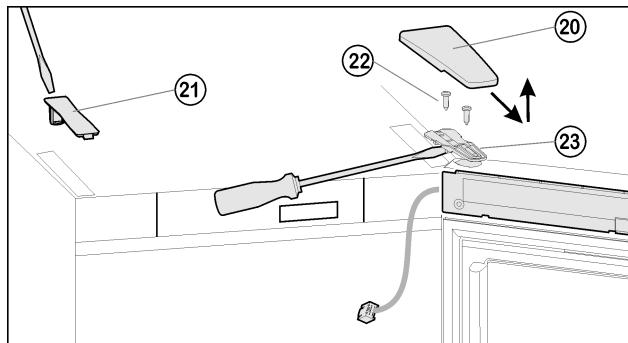
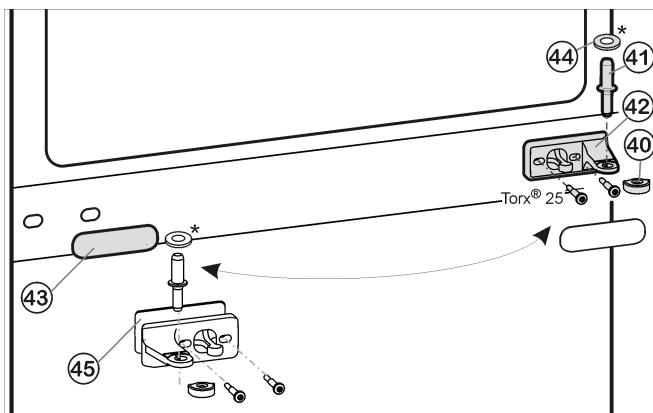
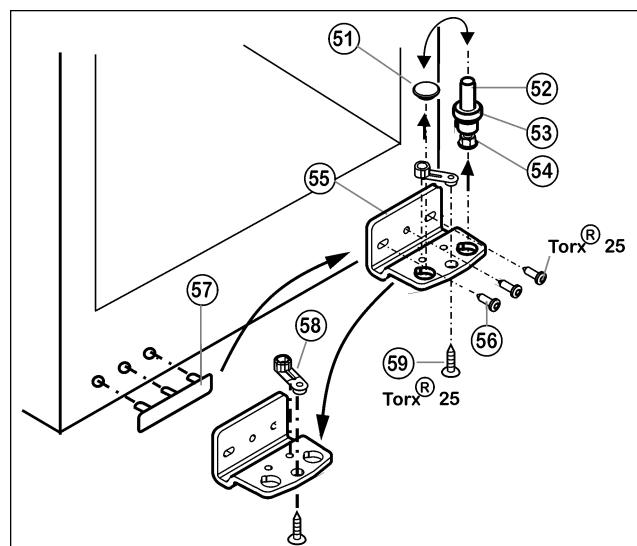

Fig. 6
Fig. 7
Fig. 8
- Крышку Fig. 6 (20) снимите движением вперед и вверх
- Снимите крышку Fig. 6 (21).
- Полностью выверните винты Fig. 6 (22).
► Снимите дверцу вместе с опорным кронштейном Fig. 6 (23) и кабелем вверх. Для снятия, возможно, понадобится осторожно подцепить опорный кронштейн снизу шлицевой отверткой.
- Вытащите из опорного кронштейна и нижней дверцы средний опорный палец Fig. 7 (41).
- Снимите пластмассовый колпачок Fig. 7 (40).
► Открутите средний опорный кронштейн Fig. 7 (42) (2 шт.).
- Осторожно снимите накладку Fig. 7 (43).
- Прикрутите средний опорный кронштейн Fig. 7 (42) с подкладкой Fig. 7 (45) с поворотом на 180° на новую сторону шарнира (**с моментом 4 Нм**).
- Защелкните накладку Fig. 7 (43), повернув на 180°, на стороне, где теперь будет ручка.
- Извлеките опорный винт Fig. 8 (52) в комплекте с шайбой Fig. 8 (53) и регулируемой опорой Fig. 8 (54), вытягивая его вверх.
- Снимите пробку Fig. 8 (51).
- Открутите Fig. 8 (56) опорный кронштейн Fig. 8 (55).
- Открутите Fig. 8 (59) опорную деталь Fig. 8 (58) и, переставив в отверстие на противоположной стороне опорного кронштейна, снова прикрутите.
- Осторожно снимите и переставьте на противоположную сторону крышку со стороны ручки Fig. 8 (57).
- Снова прикрутите опорный кронштейн Fig. 8 (55) на новой стороне шарнира (**с моментом 4 Нм**). При необходимости используйте аккумуляторный шуруповерт.
- Переставьте пробку Fig. 8 (51) в свободное отверстие.
- Вновь установите опорный винт Fig. 8 (52) в комплекте с шайбой и регулируемой опорой. При этом фиксатор должен быть направлен назад.
- Установите дверь сверху на опорный палец Fig. 8 (52).
- Снова наденьте пластмассовый колпачок Fig. 7 (40) на средний опорный кронштейн Fig. 7 (42).
- Вставьте средний опорный палец Fig. 8 (51) через средний опорный кронштейн Fig. 7 (42) в нижнюю дверцу.
- Установите верхнюю дверцу на средний опорный палец Fig. 7 (41), закройте дверцу и установите верхний опорный кронштейн Fig. 6 (23) так, чтобы он защелкнулся в верхней стороне устройства.
- Закрутите опорный кронштейн Fig. 6 (23) **(с усилием 4 Нм)**. При необходимости просверлите отверстия или используйте аккумуляторную отвертку.
- Защелкните крышку Fig. 6 (20) и крышку Fig. 6 (21).
- При необходимости выровняйте дверцы через два продольных паза в нижнем опорном кронштейне Fig. 8 (55) и среднем опорном кронштейне Fig. 7 (42) параллельно корпусу устройства. Для этого выкрутите средний винт на нижнем опорном кронштейне Fig. 8 (55).